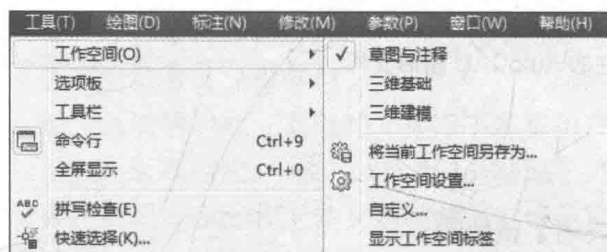

图 1-5 通过菜单栏切换工作空间
- 菜单栏:选择【工具】|【工作空间】命令,在子菜单中进行选择,如图 1-5 所示。